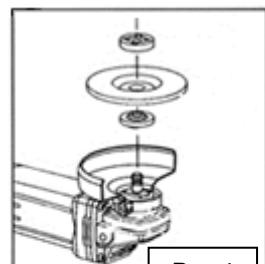

Рис.4
3. Теперь накрутите на шпиндель наружный фланец с внутренней резьбой, при этом обратите внимание на то, какой стороной его надевать, это зависит от типа применяемого диска. Шлифовальный диск необходимо зажимать той стороной наружного фланца, на которой имеется кольцевой выступ, входящий в внутреннее отверстие диска. Отрезной диск необходимо зажимать плоской стороной наружного фланца (Рис.4).